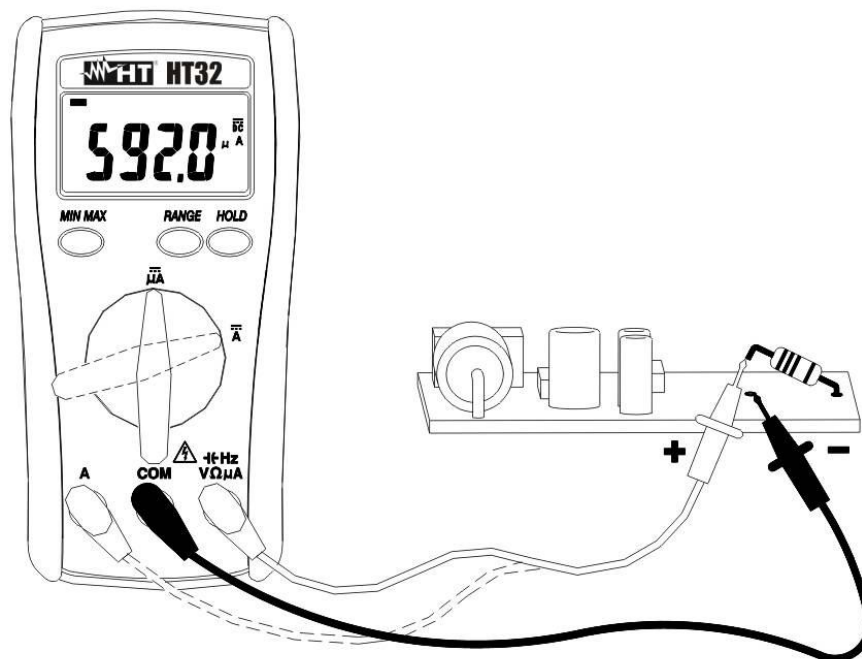

Fig. 4: Misura di Corrente DC
3. Inserire il cavo rosso ed il cavo nero nei terminali di ingresso **A** e **COM** (Fig. 4).
4. Collegare il puntale rosso ed il puntale nero in serie al circuito del quale si vuole misurare la corrente rispettando la polarità ed il verso della corrente indicato in Fig. 4.
9. La visualizzazione del simbolo "-" sul display dello strumento indica che la corrente ha verso opposto rispetto alla connessione di Fig. 4.